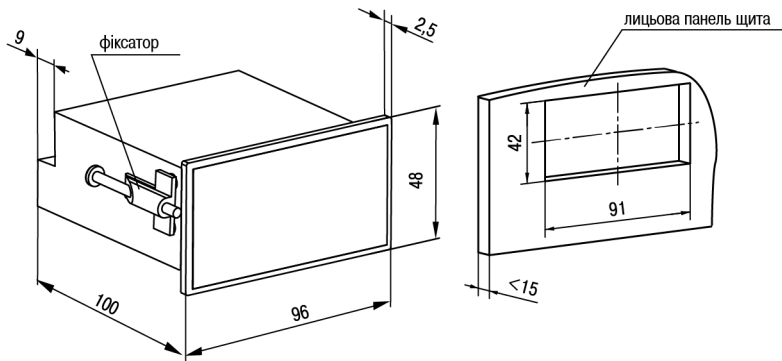

Рисунок 4.7 – Габаритні розміри корпусу Щ2
1. Підготувати на щиті управління місце для встановлення пристрою (див. *рисунок 4.7*).